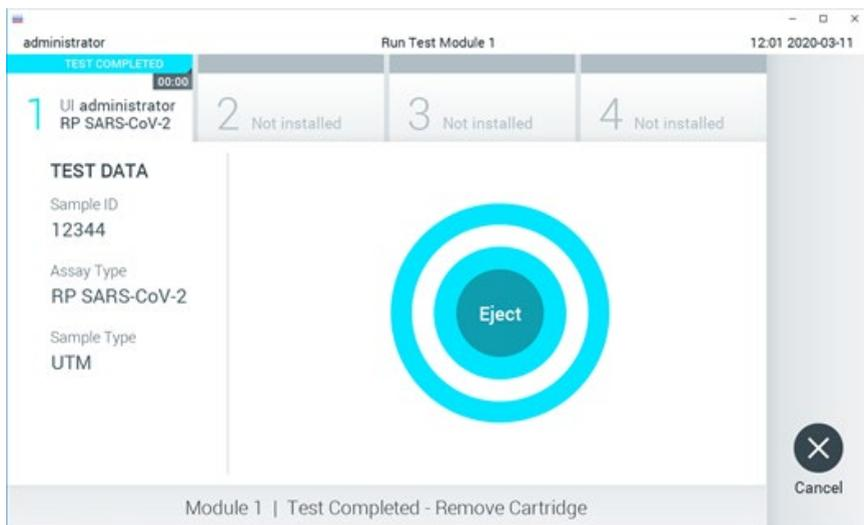

Abbildung 49. Anzeige des Bildschirms EJECT (AUSWERFEN).
14. Nachdem der Testlauf abgeschlossen ist, erscheint der Bildschirm Eject (Auswerfen) (Abbildung 49) und in der Modulstatusleiste wird das Testergebnis als eine der folgenden Optionen angezeigt: